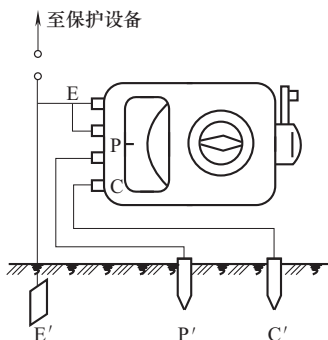

图 11-22 接地电阻测量接线
(1) 按图 11-22 所示接线图接线。沿被测接地极 E' ，将电位探测针 P' 和电流探测针 C' 依直线彼此相距 20m，插入地中。电位探测针 P' 要插在接地极 E' 和电流探测针 C' 之间。